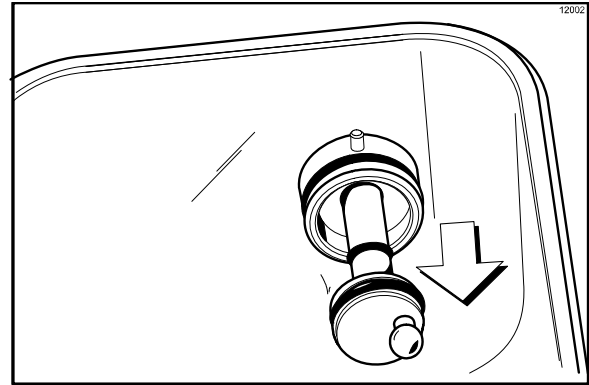

Abbildung 105
7. Die Pumpenantriebswelle aus der Antriebsnabe in der Rückwand des Vorratsbeckens herausnehmen. (Siehe Abbildung 105.)